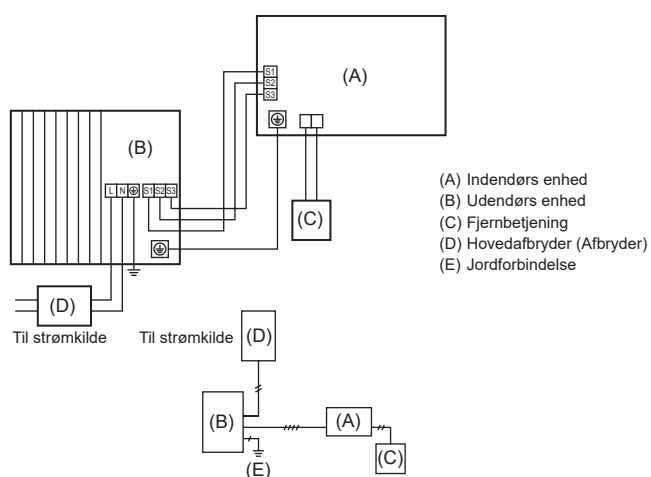
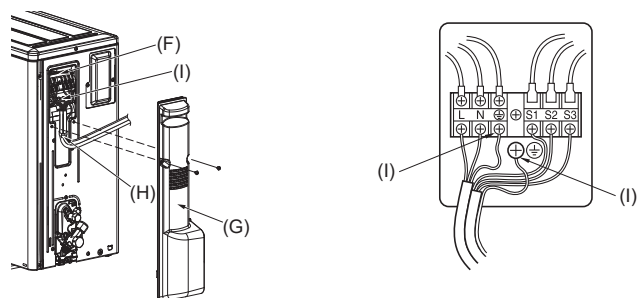

Fig. 6-1
Fig. 6-2
6.1. Udendørs enhed (Fig. 6-1, Fig. 6-2)
- (1) Afr monter servicepanelet.
- (2) Før kablerne som angivet i Fig. 6-1 og Fig. 6-2.